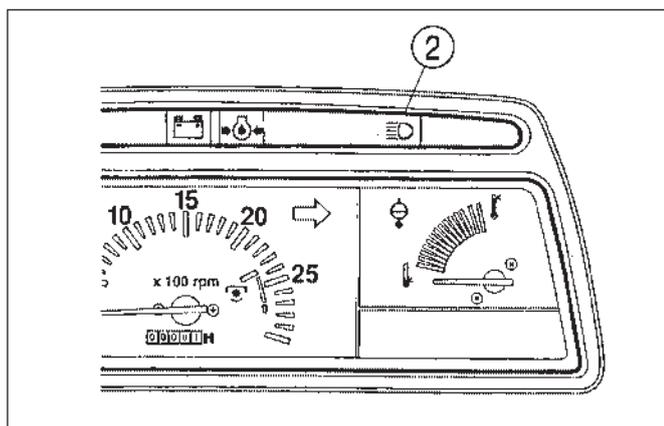

FIG. 4-6
**FIG. 4-6:** La bande de lampes témoins, 2, comprend plusieurs lampes témoins pour surveiller certaines fonctions. Les positions actuellement utilisées (de gauche à droite) sont :